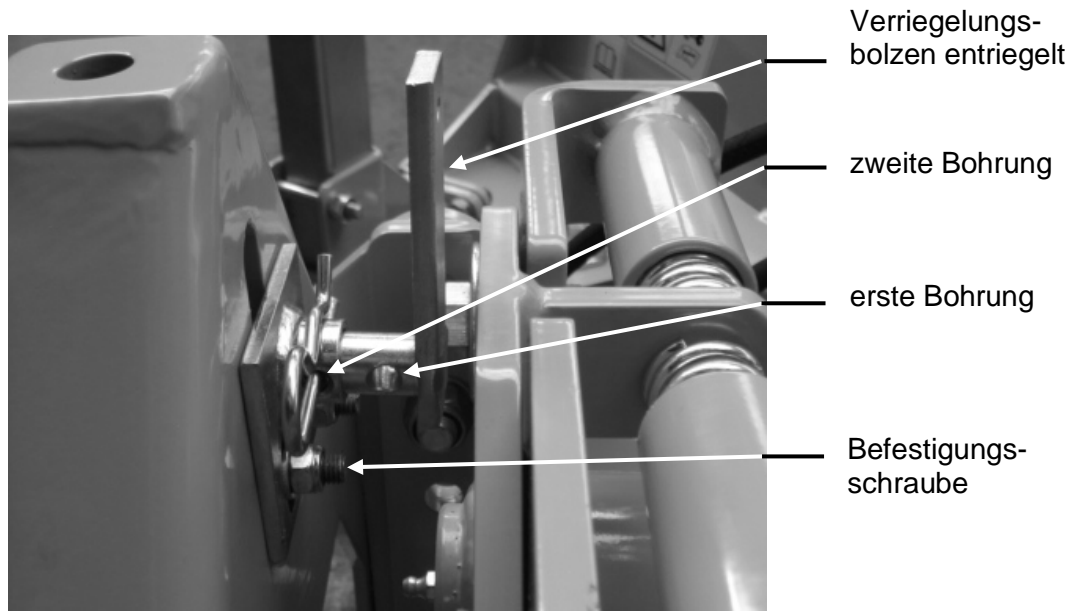

Bild 2: Verriegelungsbolzen
3. Sichern Sie den Verriegelungsbolzen, wie im Bild 2 dargestellt mit dem Federstecker.